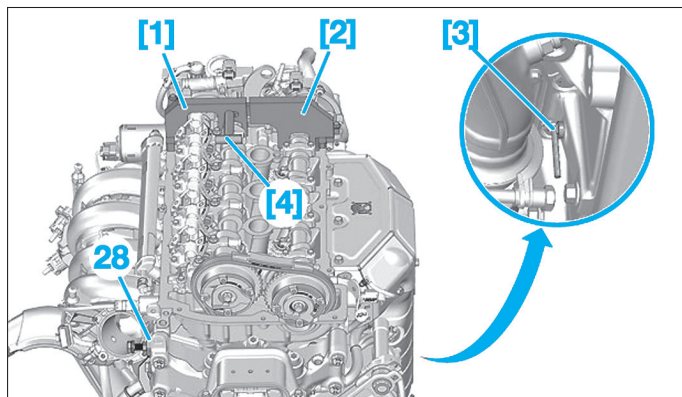

Fig. 18
- la pîge de vilebrequin [3] (Fig.18),